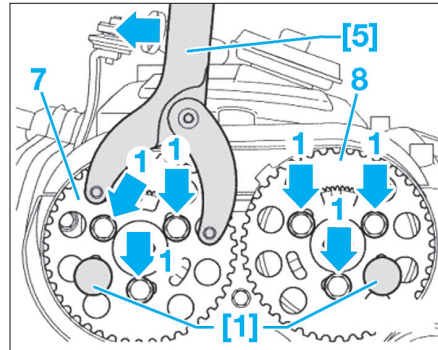

Fig. 26
- À l'aide de l'outil [5], précontraindre la courroie et serrer les vis (1) (Fig.26).
- Remettre en place l'outil [1] dans la roue dentée d'arbre à cames d'échappement (7) en terminant la rotation du vilebrequin.